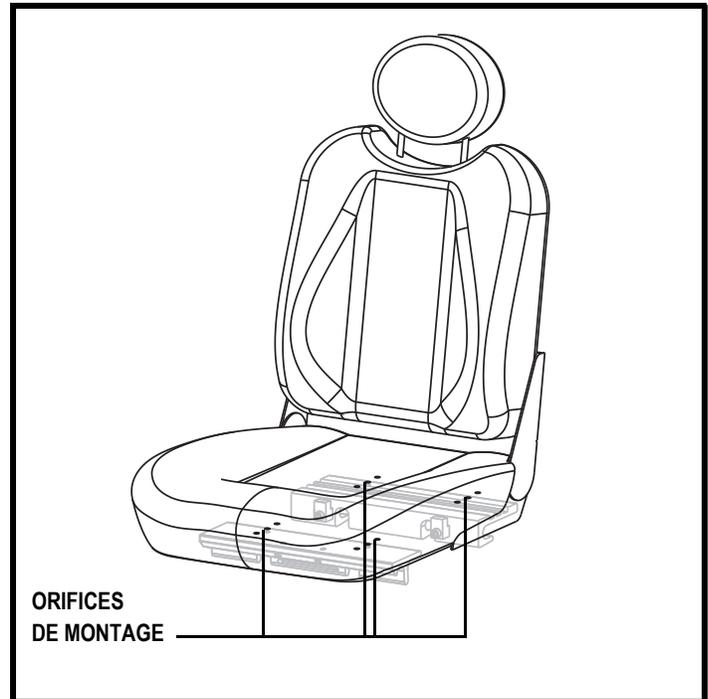

Figure 16. Position du siège
7. Repositionnez les montants dans un ensemble différent d'orifices de montage. Vous devez régler les montants en ayant un nombre identique d'orifices devant et derrière la fixation sur chaque montant. **Voir la figure 16.**